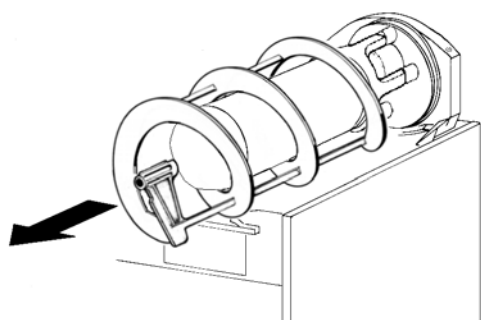
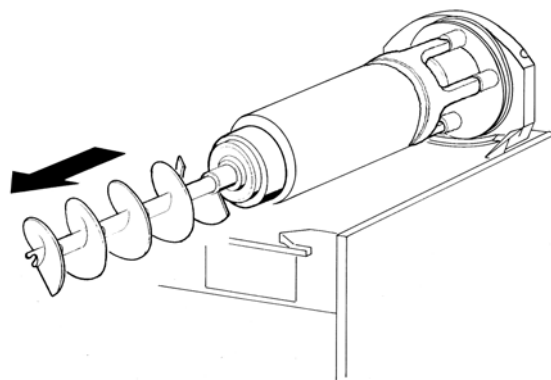

figura 7
figura 8
- 3 Desenfiar del evaporador el rascador exterior (ver figura 7) y después el rascador interior (ver figura 8).